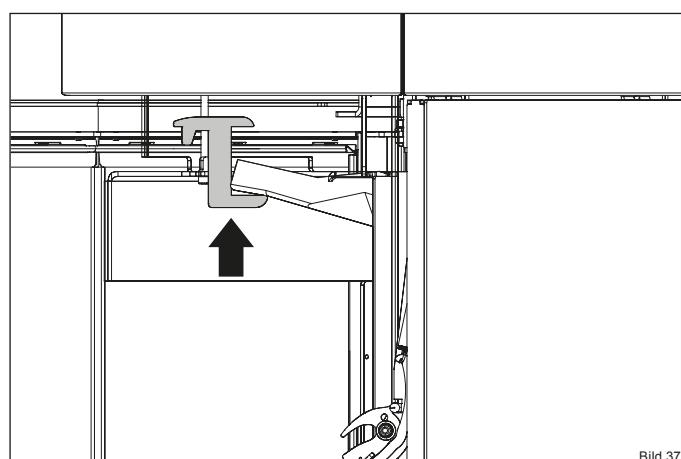

Bild 37
- Schieben Sie den Thermosteinhalter nach oben (Bild 37).